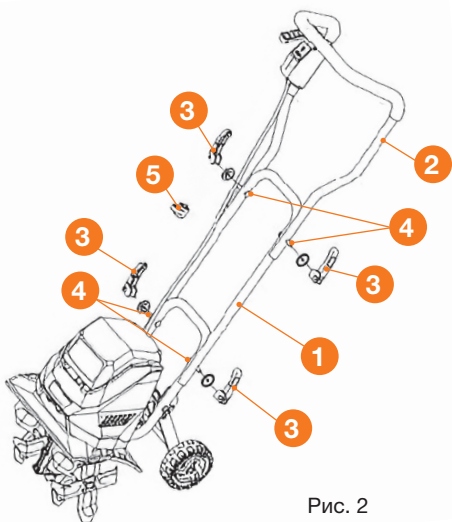

Рис. 2
- Установите нижнюю рукоятку ① и закрепите её с помощью болтов ④ и зажимных устройств ③ к основанию культиватора (Рис. 2).
- Установите верхнюю рукоятку ② и закрепите её с помощью болтов ④ и зажимных устройств ③.
- Закрепите провод с помощью крепежа ⑤ для кабеля.